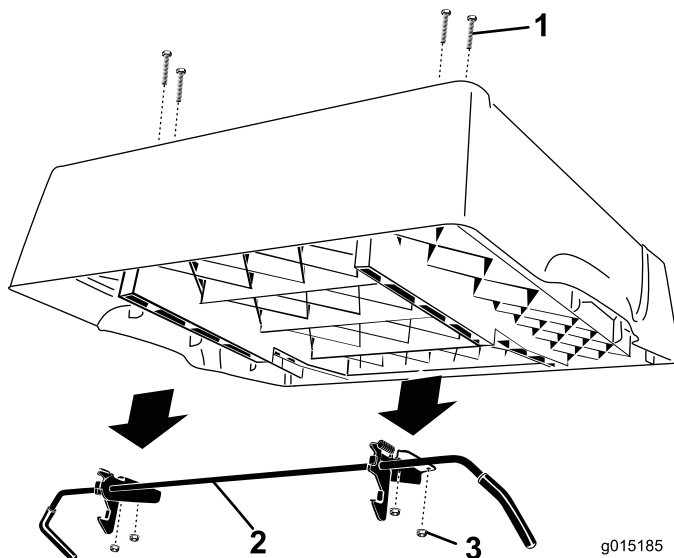

Figura 2
4. Retire as 4 porcas flangeadas que prendem os suportes da barra do trinco ao lado inferior da caixa (Figura 2). Retire e guarde a barra e trincos. Deixe os parafusos de carroçaria nos furos e prenda-os à plataforma com as porcas flangeadas.